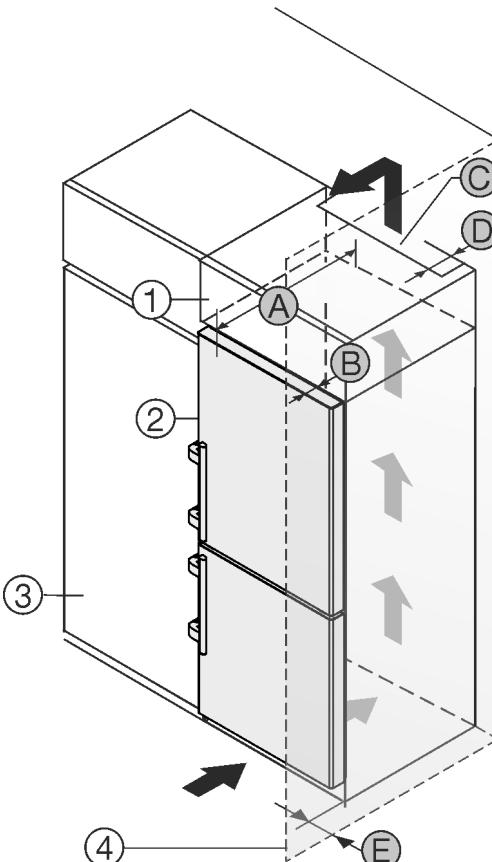

Fig. 27
Uređaj se može adaptirati za ugradnju u kuhinjske ormare. Kako biste uređaj Fig. 27 (2) prilagodili visini kuhinjskog namještaja, iznad uređaja možete postaviti viseći ormara Fig. 27 (1).
Uređaj se može postaviti direktno uz kuhinjski ormara Fig. 27 (3). Kako biste vrata mogli potpuno otvoriti, uređaj mora biti za dubinu Fig. 27 (B) ispred u odnosu na prednjicu kuhinjskog ormara. Ovisno o dubini kuhinjskih ormara i uporabi zidnih distancera, uređaj može i dalje stršati.
- Na stražnjoj strani visećeg ormara treba postojati otvor za odzračivanje dubine Fig. 27 (D) po cijeloj širini visećeg ormara.
- Ispod stropa prostorije treba poštovati ventilacijski presjek Fig. 27 (C).
Kada se uređaj postavlja s okovima pored zida Fig. 27 (4), treba poštovati razmak Fig. 27 (E) između uređaja i zida. To odgovara stajanju ručice kod otvorenih vrata.